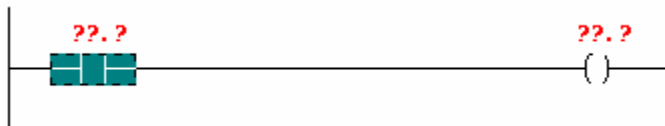

Рис. 1.14.
– Normally Open Contact [Нормально открытый контакт] (рис. 1.14).